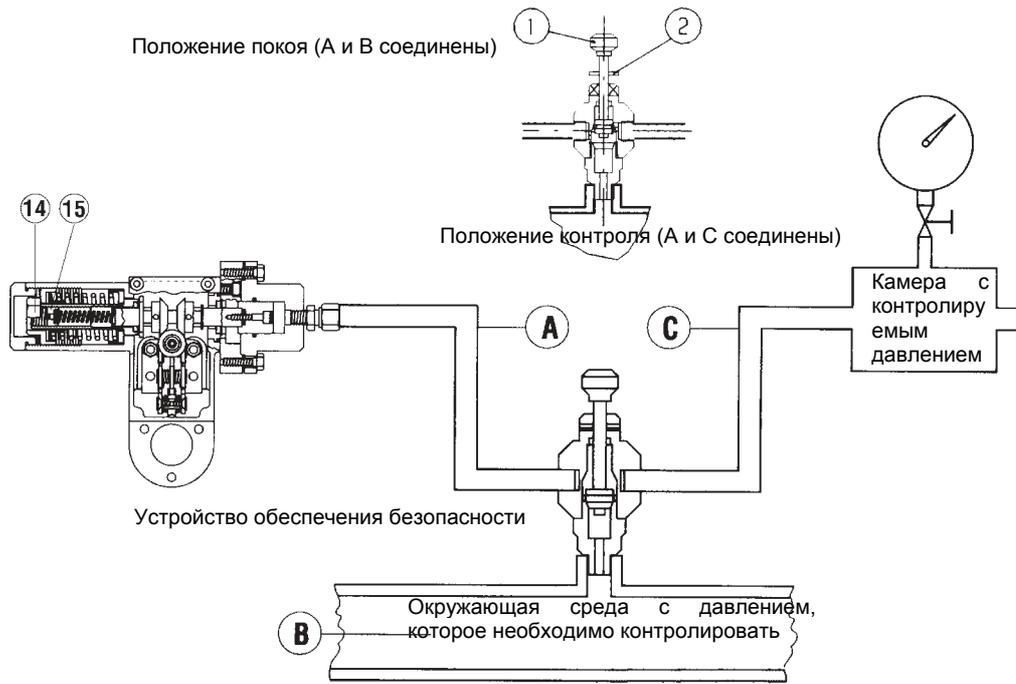

Рис. 21
А) Для отсекающих устройств соединенных с выходным трубопроводом посредством переключающего трехходового клапана "push" 11 необходимо действовать следующим образом (рис. 21):
трехходового клапана "push" 11 необходимо действовать следующим образом (рис. 21):
- А) Для отсекающих устройств соединенных с выходным трубопроводом посредством переключающего трехходового клапана "push" 11 необходимо действовать следующим образом (рис. 21):